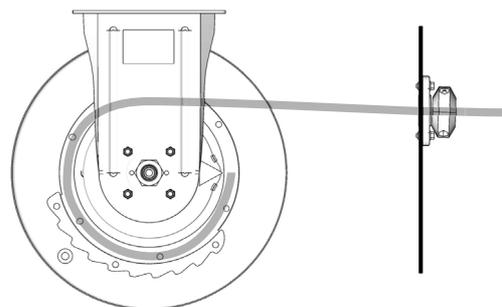

Рис. 3
**ПРИМЕЧАНИЕ.** Оптимальна работа барабана достигается в том случае, если рычаг позволяет шлангу прямо сходить с катушки, как показано на Рис. 3.